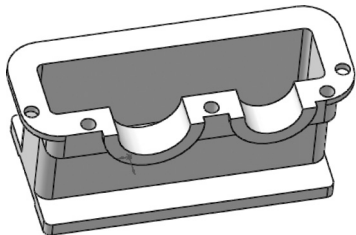

图 9-67 创建与上箱盖的装配孔
**09** 创建切除拉伸实体。选择菜单栏中的“插入”→“切除”→“拉伸”命令，或单击“特征”控制面板中的“拉伸切除”按钮，系统弹出“切除-拉伸”属性管理器，设置切除终止条件为“完全贯穿”，单击“确定”按钮，完成上箱盖装配孔的创建，如图 9-67 所示。